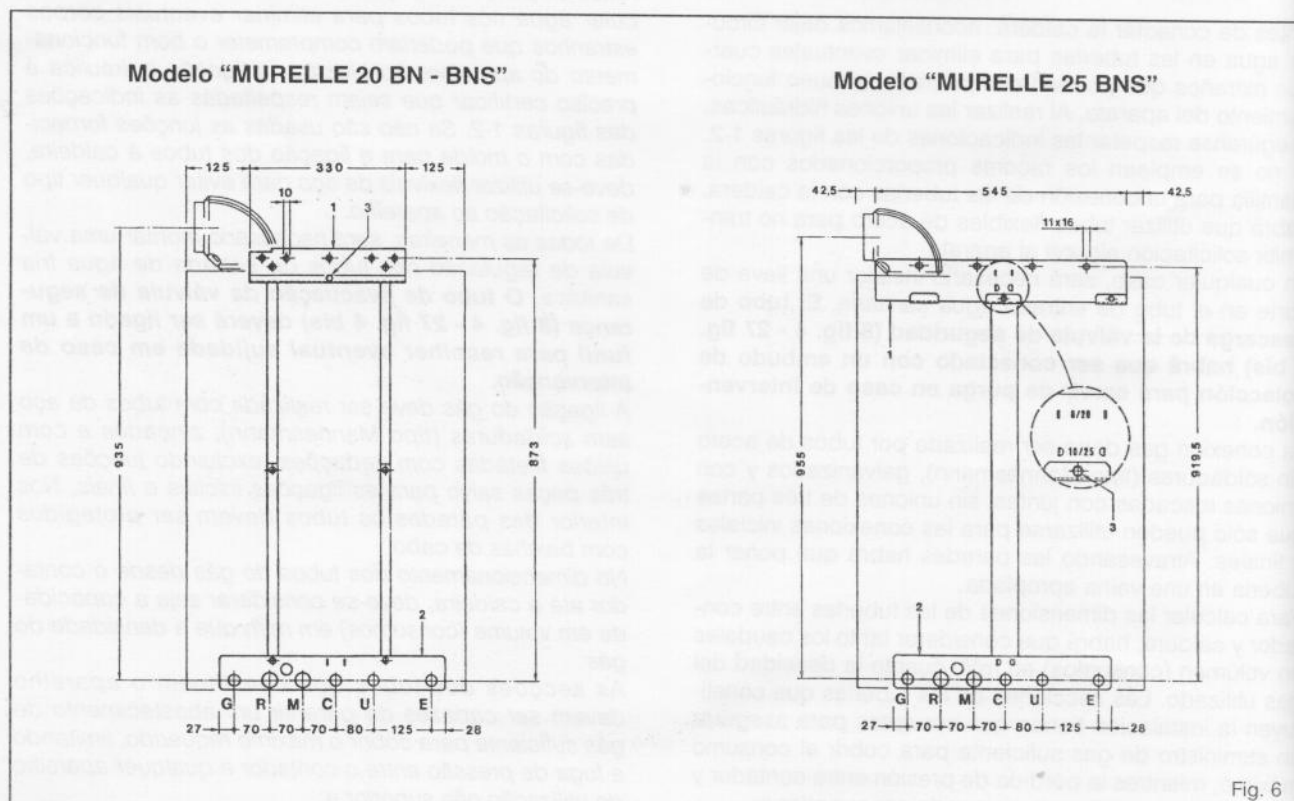

Fig. 6
La plantilla, o placa de montaje, se suministra con racores telescópicos, grifo gas y grifo entrada agua sanitaria (fig. 6). Fijar a la placa (1) y a la placa inferior (2) los elementos o el elemento de unión de chapa. Después de ultimar la plantilla, fijar la placa (1) a la pared con sufrideras apropiadas y controlar que la placa (2) esté en plano perfectamente horizontal con un nivel de burbuja para obtener la posición exacta y la referencia para instalar todas las tuberías de agua y gas.
O molde ou placa de montagem é fornecida completa de junções telescópicas, torneiras de gás e torneira de entrada água fria sanitária (fig. 6).